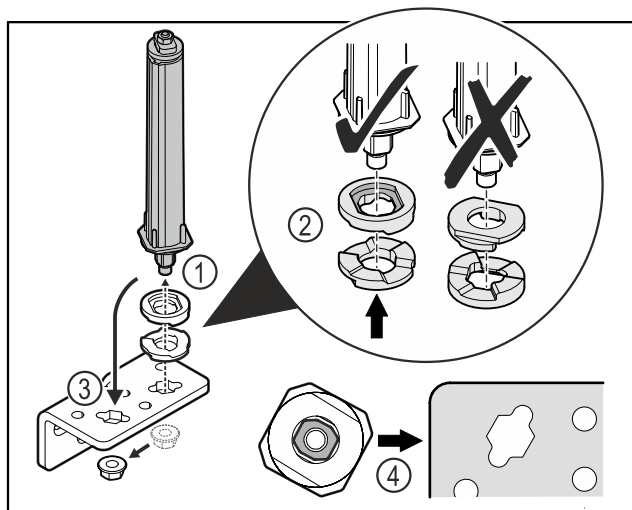

Fig. 36
- ▶ Odkręcić nakrętkę i wyjąć system blokujący drzwi Fig. 36 (1).
- ▶ Zwracać uwagę na prawidłowe ustawienie podkładek do regulacji wysokości Fig. 36 (2).
- ▶ Przetoczyć system blokujący drzwi w zawiasie i zamocować nakrętką Fig. 36 (3).
- ▶ Przy wkładaniu zwracać uwagę na prawidłowe ustawienie systemu blokującego drzwi Fig. 36 (4).